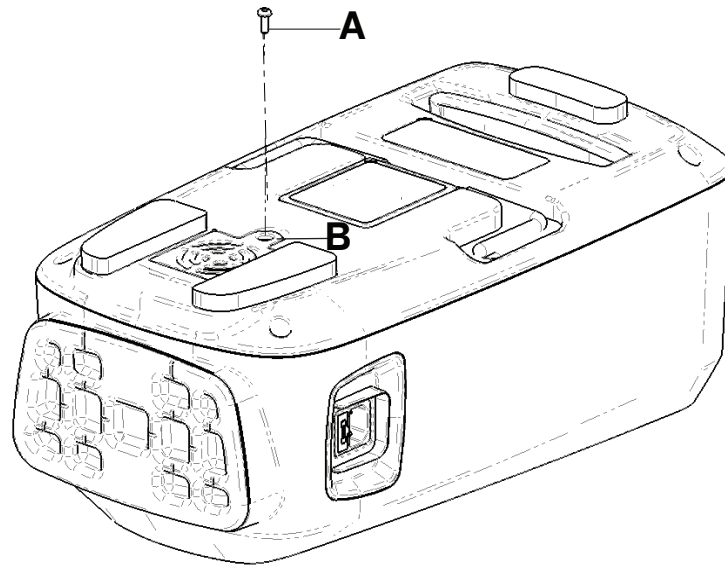

Figure 6 – Capot arrière
4. À l'aide d'une clé Torx T20, retirer la vis (A) qui fixe la porte d'accès au filtre à air (B) au capot arrière (Figure 6). Jeter la vis.